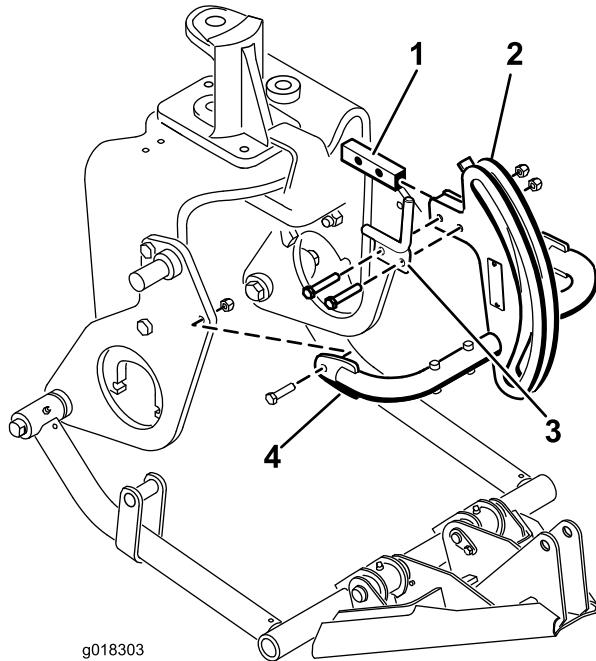

**Figura 8**
- Introduzca un pasador cilíndrico en el tubo de cada brazo de empuje según se muestra en Figura 8.
- Introduzca los tubos de los brazos de empuje en las chapas laterales derecha e izquierda, alineando las guías de las mangueras con los taladros de las chapas laterales (Figura 8).
- Monte el pasador de cilindro en cada chapa lateral con un perno (5/8 x 1-1/2 pulgadas) y una arandela (1,68 DE x 0,65 DI) según se muestra en Figura 8. Apriete los pernos a 203 Nm.